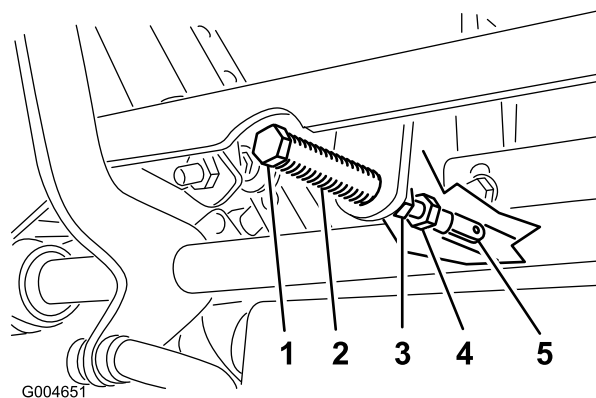

Figura 61
5. Tirate indietro la leva finché il cavallotto con testa (sul braccio sottostante l'albero di articolazione) non tocca l'estremità della scanalatura (inizia a premere sulla molla) (Figura 61).
7. Se occorre regolare, allentate il dado e il controdado contro la forcella (Figura 61).
8. Premete leggermente indietro la leva di comando del movimento e girate la testa del bullone di regolazione nella direzione opportuna finché la leva di comando non si trova al centro, in posizione di bloccaggio in folle (Figura 61).
9. Serrate il dado e il controdado (Figura 61).
9. Serrare i controdadi dei giunti a sfera (Figura 61).